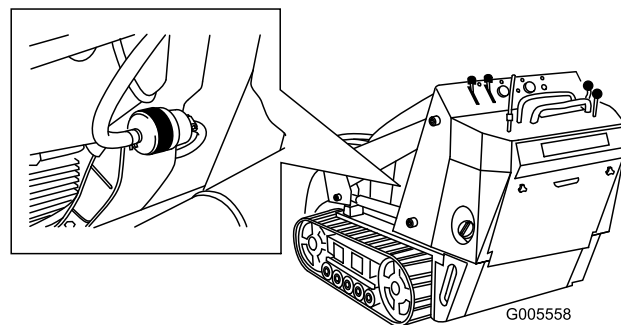

Рисунок 36
4. Пережмите топливопроводы на обеих сторонах топливного фильтра (Рисунок 36).
5. Сожмите концы шланговых хомутов и сдвиньте их с фильтра (Рисунок 36).